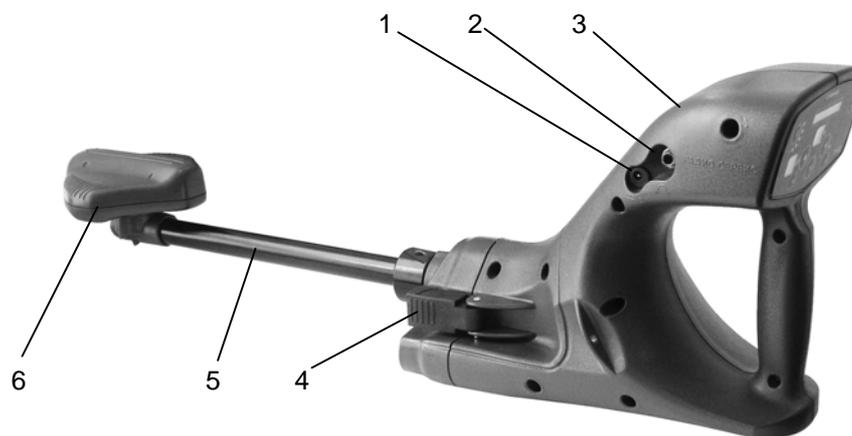
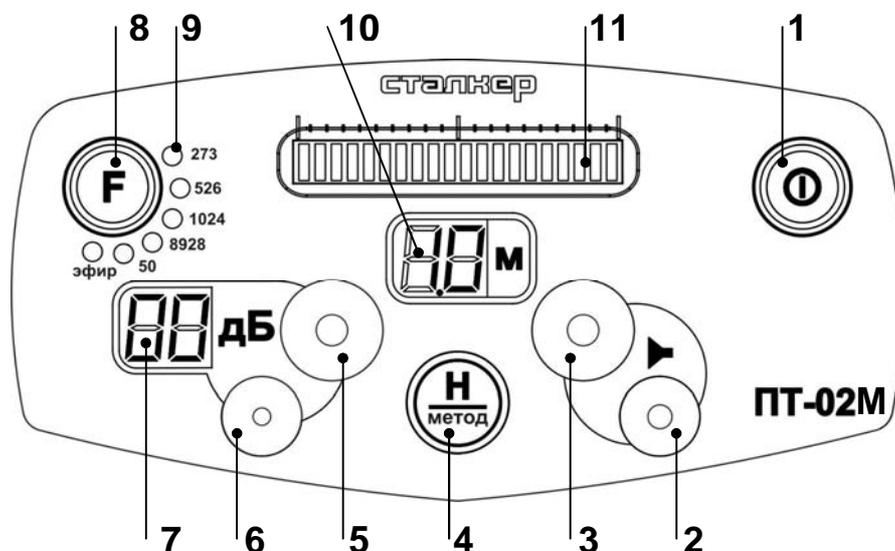

Рисунок 1.4.1 - Внешний вид приемника с модулем магнитной антенны.
Рисунок 1.4.2 - Передняя панель приемника
В приборе, оснащённом модулем магнитной антенны (см. рисунок 1.4.1 поз. 5) используется индукционный метод поиска трассы и определения места повреждения электрического кабеля. Наведённое переменное магнитное поле от коммуникации, преобразуется катушками магнитной антенны в сигнал, который усиливается и
2.2.3 Включение и выключение приемника осуществляется нажатиями кнопки «**I**» (см. рисунок 1.4.2, поз. 1). После включения приемника в течение 1 секунд на индикаторе (см. рисунок 1.4.2, поз. 11) отображается степень заряженности аккумулятора или состояние батареи. При свечении менее трети шкалы индикатора необходимо зарядить аккумулятор (см. п. 2.2.4) или заменить батареи в батарейном отсеке (см. п. 6.3).
Для зарядки штатного аккумулятора подключить выходной штекер блока питания из комплекта поставки к соответствующему гнезду приемника (см. рисунок 1.4.1, поз. 5). Блок питания включить в сеть «220 В». Процесс зарядки отображается на индикаторе (см. рисунок 1.4.2, поз. 11) в виде постоянно перемещающегося слева направо сегмента. По завершению зарядки приемник переходит в режим дозарядки, при этом перемещение сегмента прекращается и остается светиться крайний правый сегмент.
В приёмнике возможно включение и выключение вывода на встроенный динамик и головные телефоны звукового сигнала непосредственно с антенны, без фильтрации. Это позволяет проводить оператору работы «на слух». Для входа в этот режим или выхода из него нажать и удерживать в течение 1 секунды одновременно кнопки увеличения и уменьшения громкости (см. рисунок 1.4.2, поз. 2 и 3 соответственно). При этом работа индикатора уровня входного сигнала не изменяется.